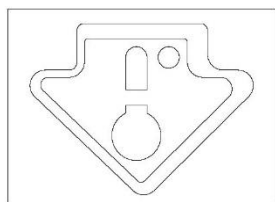

Afb. 4
• Voor een optimale conservering van smaak, voedingswaarde en versheid van de voedingsmiddelen, wordt aanbevolen deze zoals aangegeven in afb. 4 te bewaren in het koelkastgedeelte. Wikkel de voedingsmiddelen in aluminiumfolie of plasticfolie, of in speciale bakken met deksel om kruisbesmetting te voorkomen.